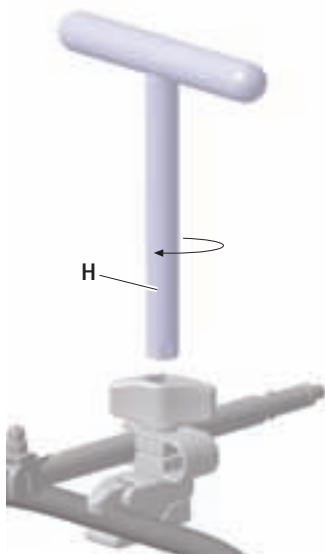

Рис. 8
- Затянуть крепежную гайку 1 до полного зажатия. При необходимости подтянуть с помощью Т-образного ключа Н, см. Рис. 8.